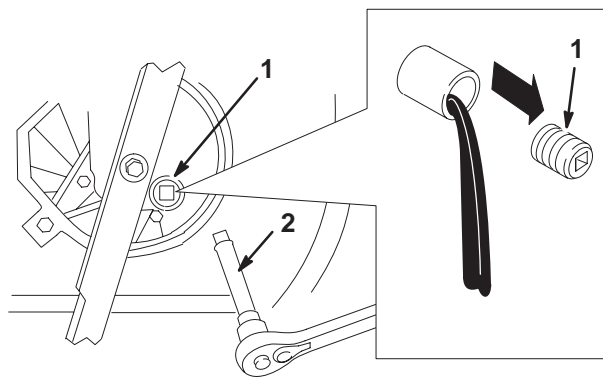

Figure 17
5. Retirer le bouchon de vidange d'huile, redescendre la tondeuse en position d'utilisation, et laisser l'huile s'écouler dans le bac de vidange (Fig. 17).